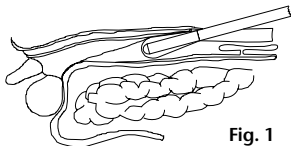

Fig. 1
2. Si lo desea, aplique lubricante estéril en el extremo distal e introdúzcalo mediante el método abierto entre las capas de tejido que desee separar. Durante la inserción del sistema de balón, así como durante la intervención en sí, tenga cuidado de no dañar el balón con otros instrumentos. (Fig. 1) Si así lo desea, al principio de la intervención se puede sustituir el obturador romo del sistema de balón de dilatación (bilateral) de PAJUNK® por un endoscopio, de modo que la introducción se realice mediante supervisión. Evite aplicar demasiada presión al insertar el endoscopio, para no dañar el balón.